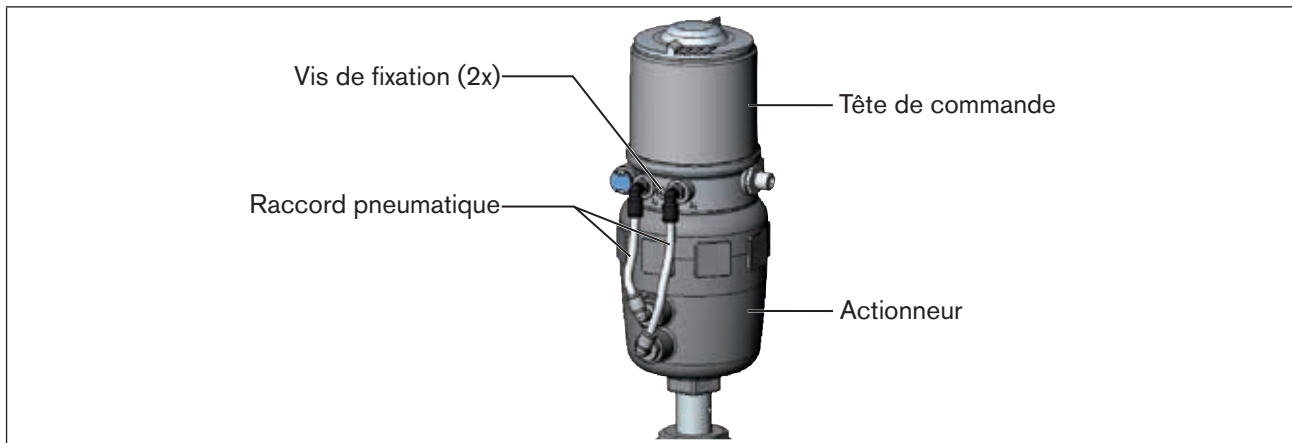

Figure 18 : Rotation de la tête de commande, séries 20xx
- ▶ Tournez le module actionneur **uniquement dans le sens prescrit** (voir « Figure 18 »).